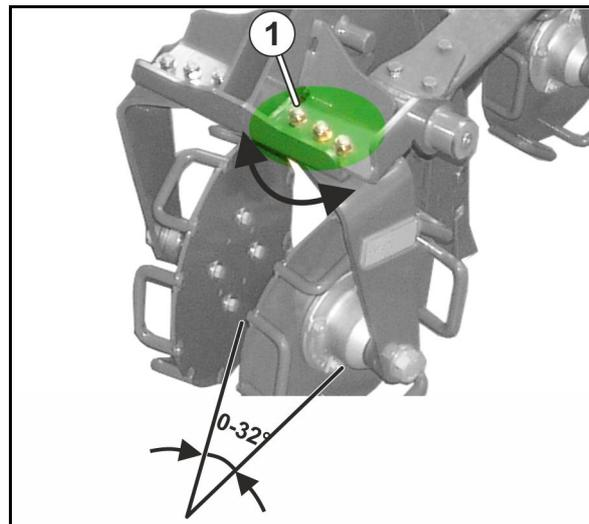

Fig. 86
1. Beide Verschraubungen (Fig. 86/1) einer Rolle lösen.